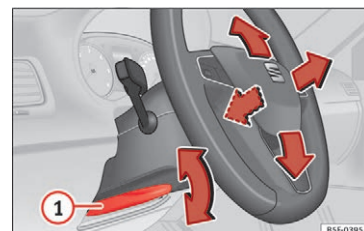

Fig. 19 Betjeningsarm nederst på ratstam-
• Indstilling af rat: Træk armen » **Fig. 19** ①